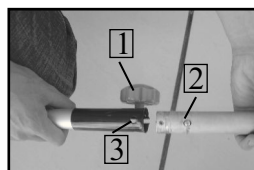

рис. 4
6.3 Установка нижней части штанги гибкого вала (рис.4).
6.3.1 Ослабьте барашковую рукоятку 1 (рис.4), откручивая её против часовой стрелки.
6.3.2 Совместите верхнюю и нижнюю части штанги, как показано на рис.4
6.3.3 Соедините верхнюю и нижние части штанги. При этом фиксирующая кнопка 2 (рис.4) должна находиться в отверстии 3 (рис.4) соединительной муфты.
6.3.4 Затяните барашковую рукоятку 1 (рис.4), закручивая её по часовой стрелке. Перед работой всегда проверяйте затяжку барашковой рукоятки соединительной муфты.